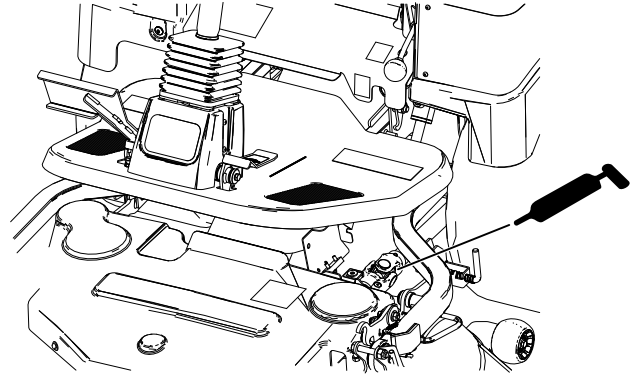

Figura 46
- Articulación en U delantera del árbol de transmisión en la caja de engranajes de la segadora (Figura 46).